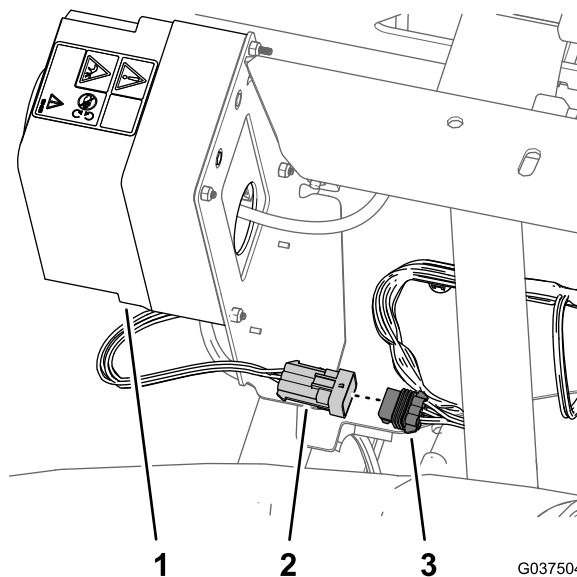

Figura 5
1. Nella parte posteriore del serbatoio dell'irroratrice, individuate il cablaggio preassemblato per il kit pistola di irrorazione o il kit avvolgitubo elettrico (Figura 5).
2. Scollegate il connettore a 6 pin del cablaggio per il kit pistola di irrorazione o kit avvolgitubo elettrico dal dispositivo a 6 prese del cablaggio preassemblato posteriore (Figura 5).